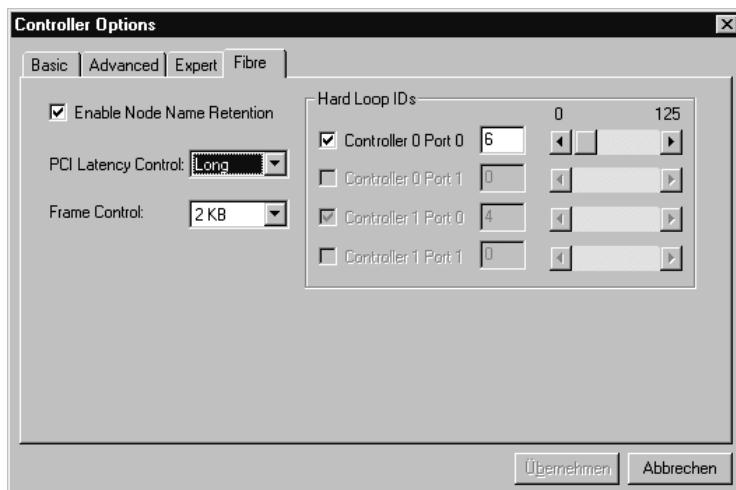

図 3-5 SAM Fibre Controller Options ダイアログボックス
- Fibre タブを開いて図 3-5のようにパラメータを設定します。